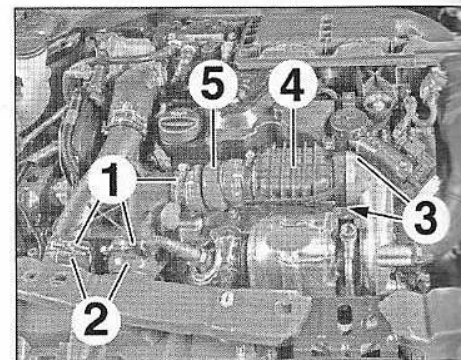

FIG.142
- Desserrer les colliers (1) (Fig.142).
- Débrancher les raccords d'air (2).
- les vis (3),
- l'atténuateur de bruit (4) avec le raccord d'air (5).